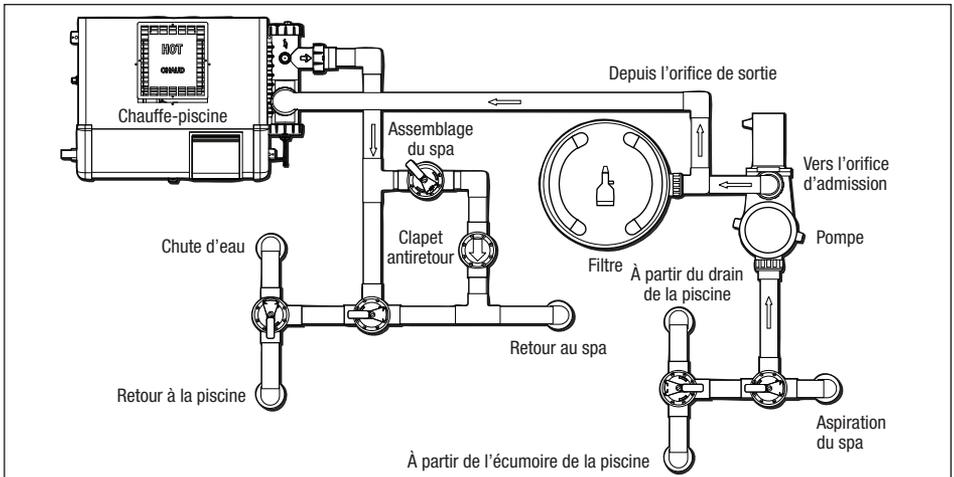

Figure 5. Plomberie de filtre à cartouche CL pour systèmes mixtes piscine/spa
- Placer le filtre sur la dalle en béton, aligné avec les tuyaux d'admission et de sortie. Voir les Figures 5 et 5A.